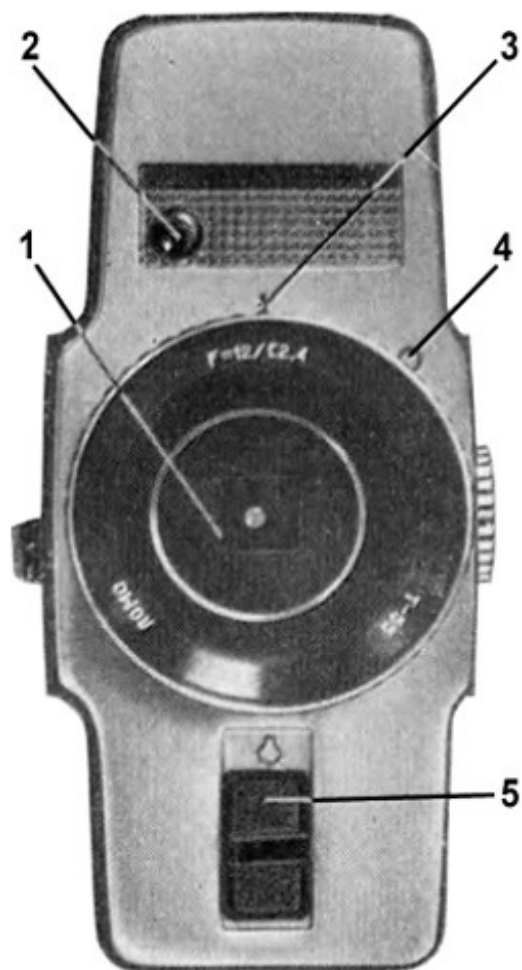

Рис. 2
4.1. Основные части аппарата (рис. 2, 3, 4, 5, 6, 7)